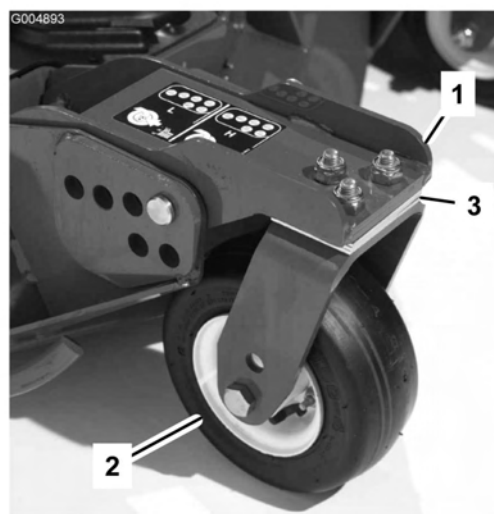

Figura 77
1. Retire los tornillos de caperuza y las tuercas que fijan el brazo de las ruedas giratorias a la horquilla de la rueda (Figura 77).